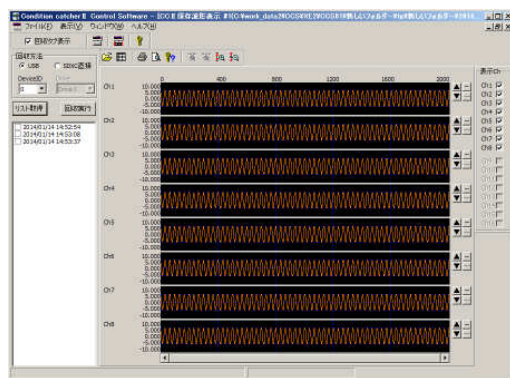

図 45. 保存波形表示画面
- ① パソコンの電源を投入し、『コントロール・ソフトウェア』を起動し、初期画面を表示します。
- ③ 初期画面ツールバーの『保存波形表示』ボタン  をクリックします。
- ④ Windows の開くダイアログが表示されますので、この画面で波形表示したいデータ・ファイルを選択し、『開く』ボタンをクリックします。
- ⑤ 選択されたファイルの計測データが図 45 のように表示されます。